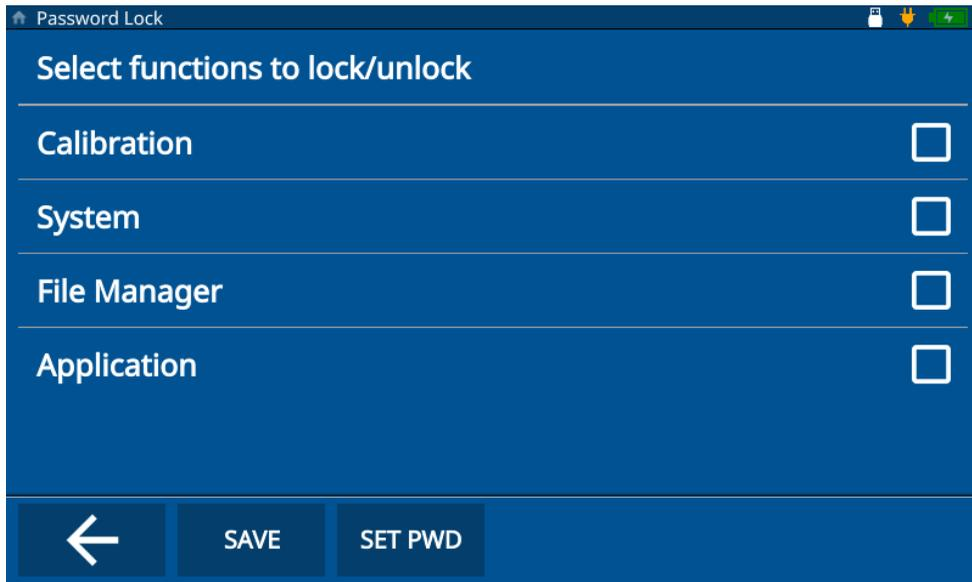

Abbildung 8-1 Password Lock Fenster
Das **Password Lock** (Passwortschutz) Fenster (siehe Abbildung 8-1 auf Seite 78) ermöglicht das Sperren der folgenden Funktionen:
4. Wählen Sie die Sperrfunktionen mit den entsprechenden Kontrollkästchen aus (siehe Abbildung 8-1 auf Seite 78).